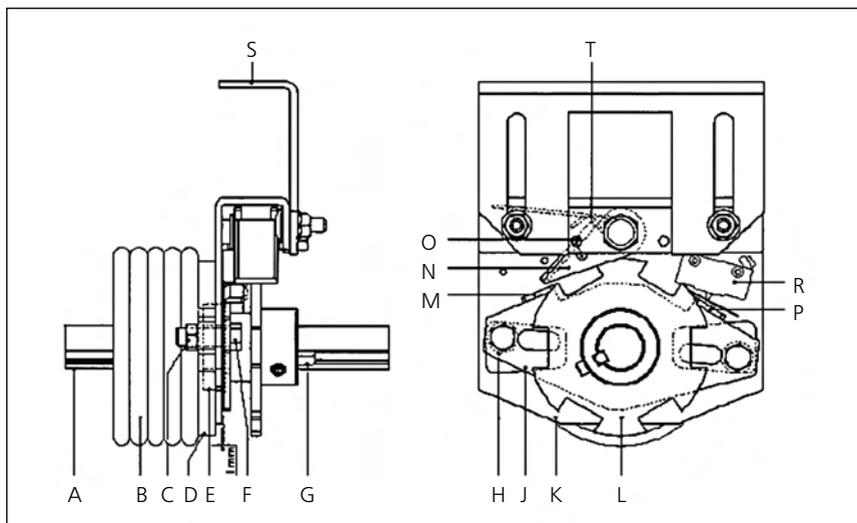
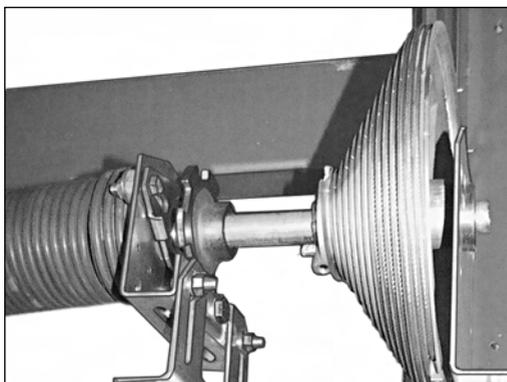

Рис. 41
Рис. 42
При штатных условиях эксплуатации за счет действия момента кручения торсионной пружины ворот (B) (рис. 41, 41а) соединительная пластина (J) повернута таким образом, что защелка (N) под воздействием пружины храповой муфты (T) прижимается к выступу (M) соединительной пластины. Храповое колесо (L), установленное на валу (A), на шпонке (G) может беспрепятственно поворачиваться совместно с валом при открывании и закрывании ворот.
Рис. 41а.
При расположении оси вала ворот от поверхности установки муфты на расстоянии более 86 мм храповые муфты применяются совместно с дополнительным кронштейном. Схема установки кронштейна показана на рис. 41 (поз. S) и рис. 42. Кронштейн храповой муфты и дополнительный кронштейн соединяются между собой при помощи двух болтов M10 и гаек с буртиком.
- необходимо временно заблокировать защелку (N), установив штифт или гвоздь в отверстие (O);
- закрепить наконечник (D) торсионной пружины вала при помощи болтов (F) и дистанционных шайб (H) к соединительной пластине (J).
**ВНИМАНИЕ!** Между наконечником пружины (D) и кронштейном (K), а также между кронштейном и соединительной пластиной (J) должен быть зазор 1-2 мм, который обеспечивается за счет установки дистанционных шайб (H);
- выставить и закрепить на валу зубчатое колесо (L) при помощи установочных винтов. Венец колеса должен быть расположен симметрично относительно продольной оси защелки (N).
При использовании электропривода установить микровыключатель (R), отключающий электропривод при поломке пружин. Микровыключатель закрепляется винтами к кронштейну храповой муфты (K) (рис. 41, 43 и 49) таким образом, чтобы при срабатывании предохранительного устройства выступ (P) соединительной пластины (J) воздействовал на концевой выключатель. Вместе с тем положение микровыключателя должно быть выбрано так, чтобы соединительная пластина при полном ее повороте не касалась корпуса микровыключателя.